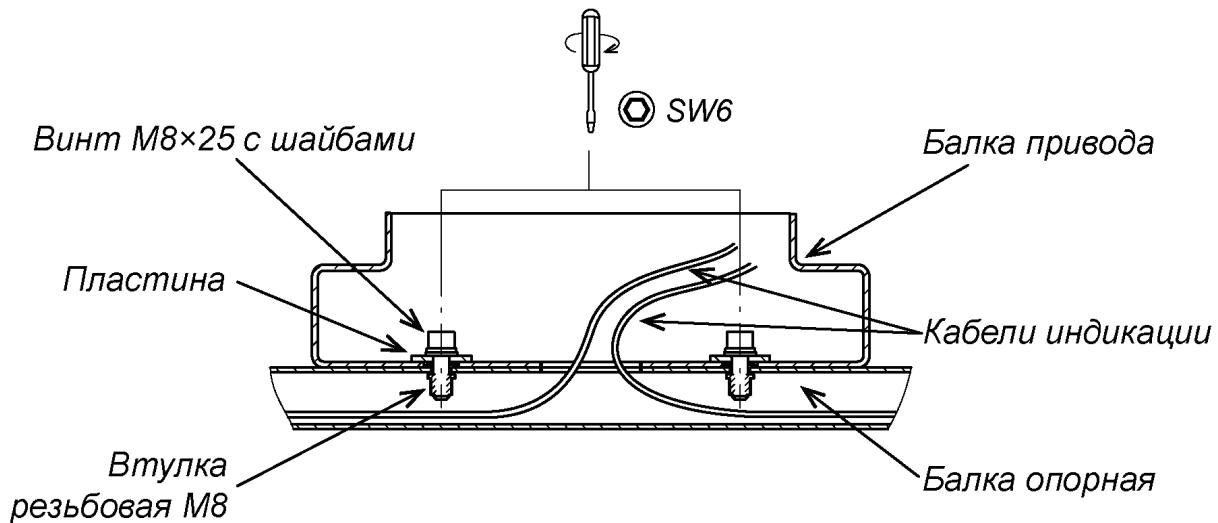

Рисунок 13. Крепление балки привода (8) с балкой опорной (7)
- Закрепите балку привода на балке опорной (7) двумя болтами M8×25, ключ SW6, используя две пластины из комплекта поставки (см. рис. 13).